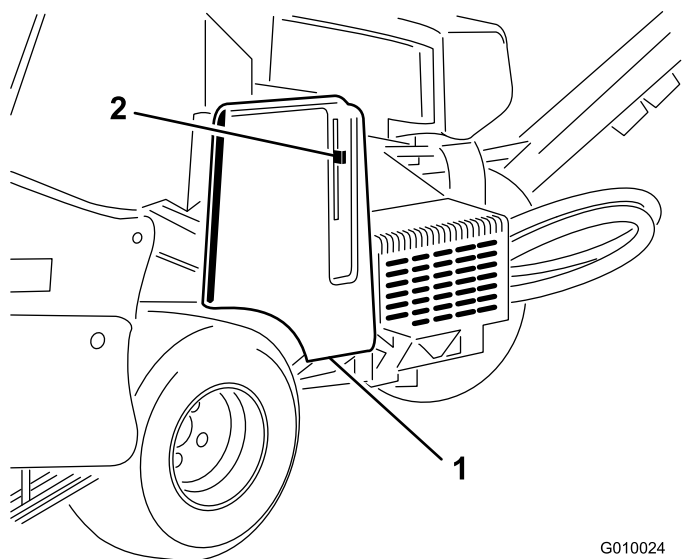

図 60
2. ベルトカバーのラッチを外し、カバーを取り外す 図 60。